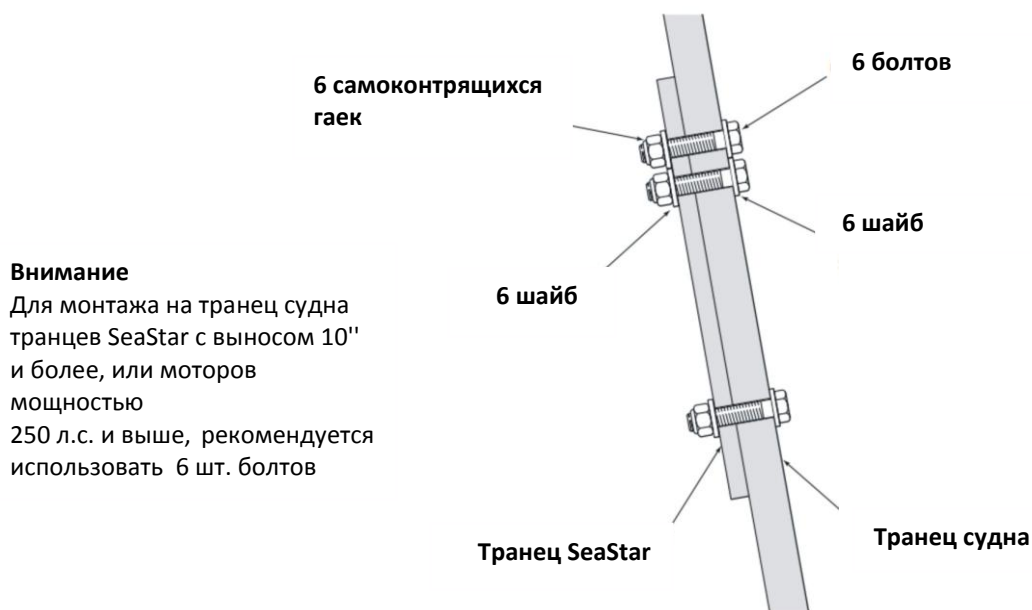

Рис. 8 Соединение транца SeaStar с транцем судна для транцев SeaStar с выносом 10 и более дюймов и/или мощностью мотора 250 л.с. и выше.
3. Если вынос транца 10" и более или мощность мотора 250 л.с. и более, рекомендуется устанавливать транец на 6 болтов. Добавочные болты должны быть установлены в верхние отверстия транца. См. рис. 8